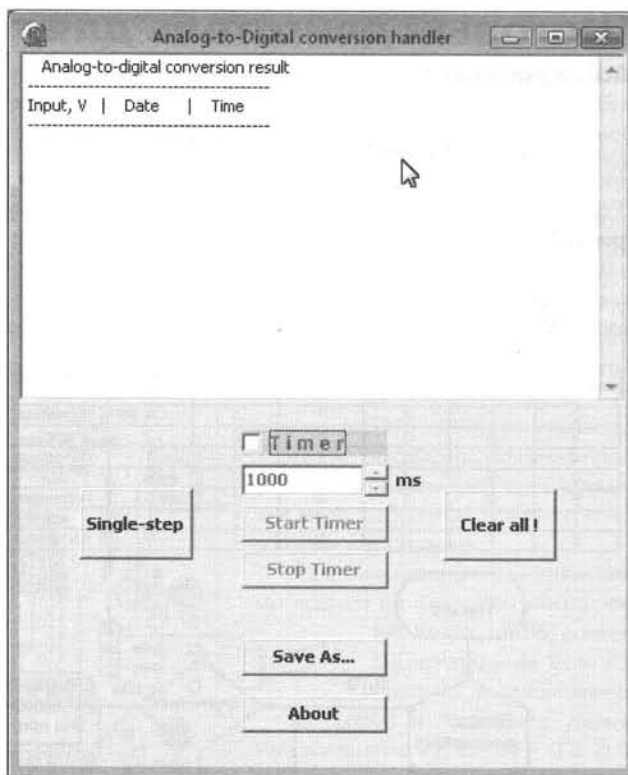

рис. 2
- Перейти в этот каталог и запустить на выполнение командный файл run_conversion.bat, после чего на экране появится окно приложения ad1286pro (рис.2).
- Ввести в окне редактирования нужный интервал времени в миллисекундах. Например, при запуске программы интервал по умолчанию устанавливается равным 1000 мс (рис.2). Минимальное значение интервала выборки данных выбрано равным 100 мс, максимальное – 30000 (30 с), а шаг изменения интервала выбран равным 50 мс.